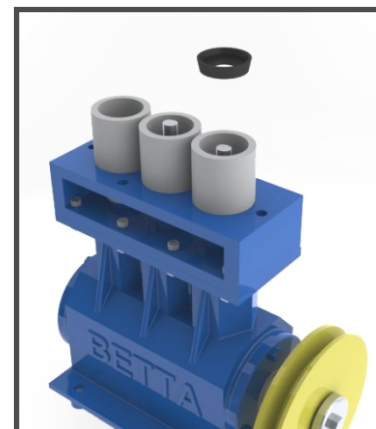

Fig. 41
**3- Montar os reparos com as camisas de cerâmica já colocadas na bomba. (Fig. 41)**